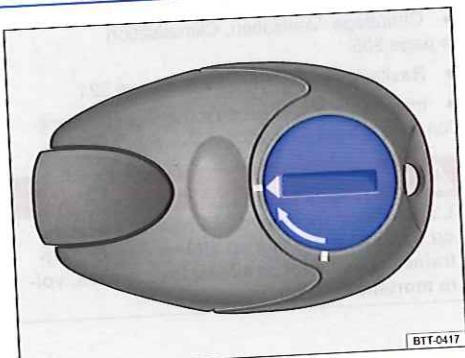

Fig. 202 Chauffage stationnaire : cache de la pile de la radiocommande ▶
- Pour ouvrir le cache, tournez la fente dans le sens inverse de la flèche jusqu'au repère à l'aide d'un objet plat et non pointu (par ex. une pièce de monnaie) ⇒ **fig. 202**.